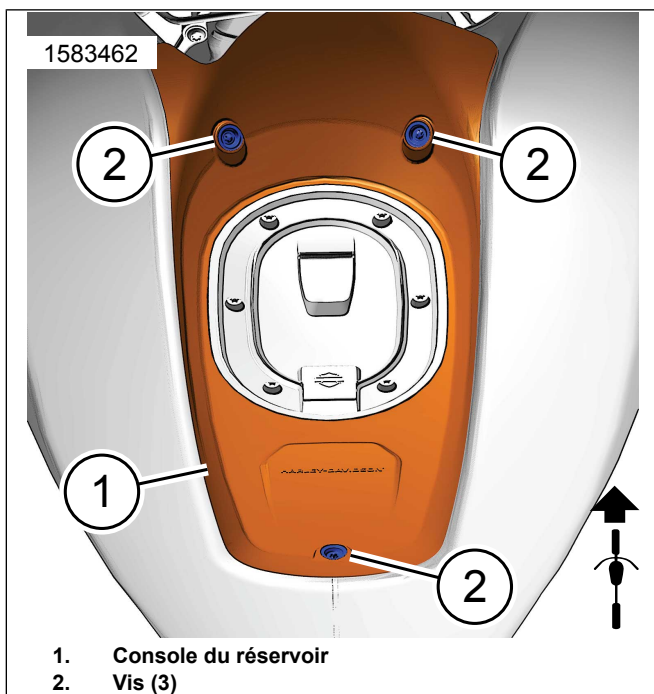
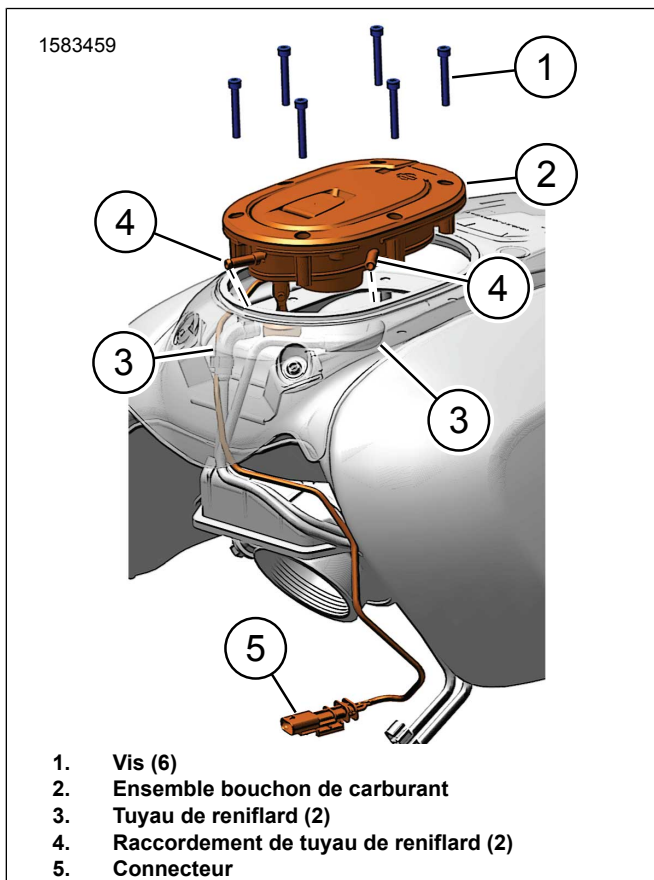

Figure 2. Console du réservoir
Figure 3. Retrait de l'ensemble bouchon de carburant
1. Voir la figure 2. Retirer la console de réservoir (1).
- a. Déposer les vis (2).
2. Voir la figure 3. Retirer le bouchon de carburant existant.
- b. Couper les serre-câbles qui fixent le connecteur (5) aux conduites d'évent.
- c. Déconnecter le connecteur (5) du faisceau du véhicule.
- d. Débrancher les tuyaux de reniflard (3).
- e. Déposer les vis (1). Conserver.
7. Voir la figure 3. Installer l'ensemble bouchon de réservoir de carburant ovale (2) avec les vis Équipement d'origine (1).
10. Voir la figure 3. Connecter les tuyaux de reniflard (3).
11. Voir la figure 3. Connecter le connecteur (5) au faisceau du véhicule.
12. Voir la figure 2. Installer la console de réservoir.